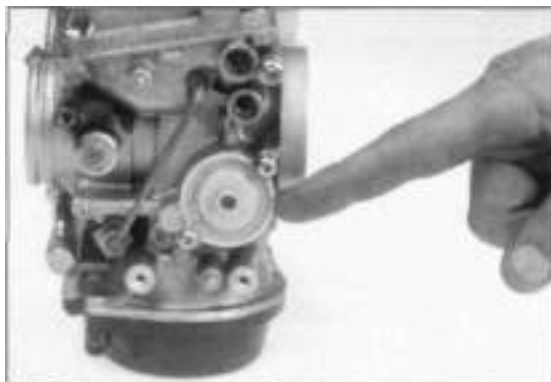

Bild 62
- Den Deckel der Schubtrieb-Anreicherungsmembran (Bild 62) nach Ausdrehen von zwei Kreuzschlitzschrauben abnehmen. Auf Verbleib der Feder achten.